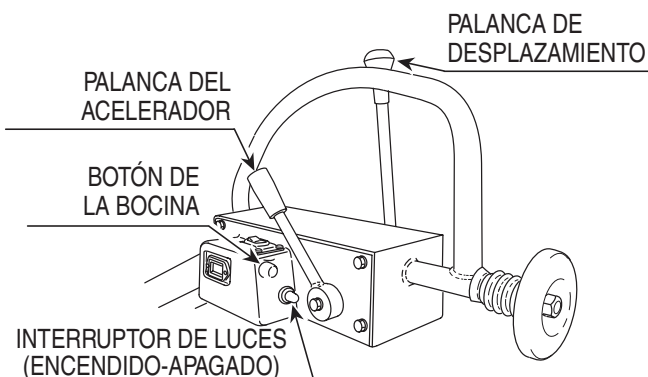

Figura 8. Revisión de palancas, la bocina y las luces
1. Revise las palancas de desplazamiento y del acelerador para asegurarse de que estén funcionando apropiadamente (Figura 8).
2. Encienda el interruptor de luces y confirme que los faros se enciendan (Figura 8).
3. Presione la bocina y verifique que suene normalmente (Figura 8).